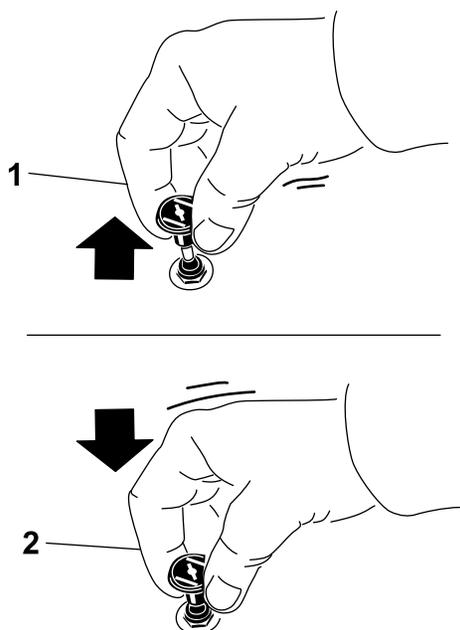

Рисунок 21
1. Потяните вверх ручку воздушной заслонки, чтобы закрыть ее перед включением зажигания (Рисунок 21).
2. После запуска двигателя нажмите вниз на ручку воздушной заслонки, чтобы открыть ее (Рисунок 21).